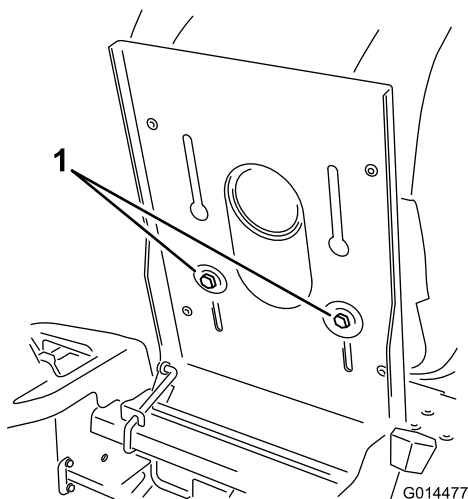

Figura 21
1. Eleve o banco e desaperte os parafusos de ajuste o suficiente para mover o banco (Figura 21).